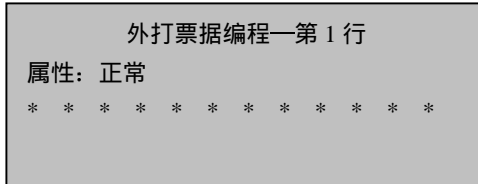

图 3-11
- 2) 按“小计”确认，进入第 1 行收据编程，如图 3-11 所示；